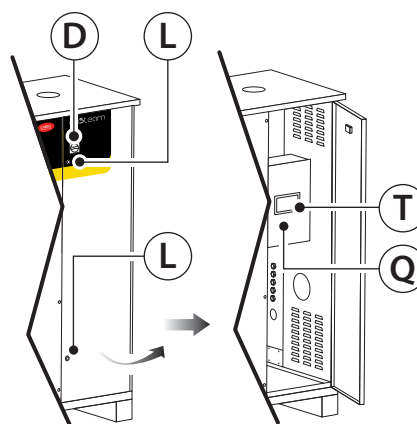

Fig. 4.l
31. Allentare la vite (B - fig. 4.k) ed aprire la porta per accedere al quadro elettrico (Q - fig. 4.k).
1. Portare il sezionatore (D - fig. 4.k) su OFF per disconnettere elettricamente l'unità;